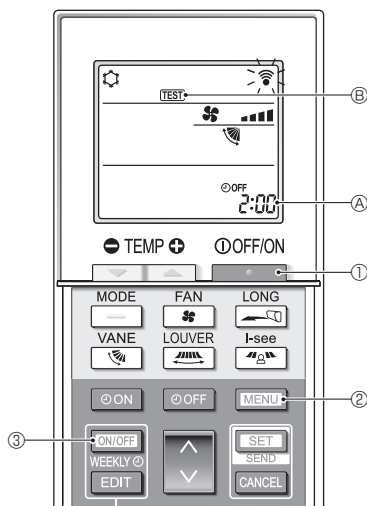

Fig. 7-5
7.2.2. Utilisation de la télécommande sans fil (Fig. 7-5)
- Appuyez sur le bouton ① pour arrêter le climatiseur.
- Si la minuterie hebdomadaire est activée (**WEEKLY** est affiché), appuyez sur le bouton ③ pour la désactiver (**WEEKLY** disparaît).
- Appuyez sur le bouton **MENU** ② pendant 5 secondes.
- Appuyez sur le bouton **MENU** ②.
- TEST** ④ s'allume et l'appareil entre en mode essai de fonctionnement.